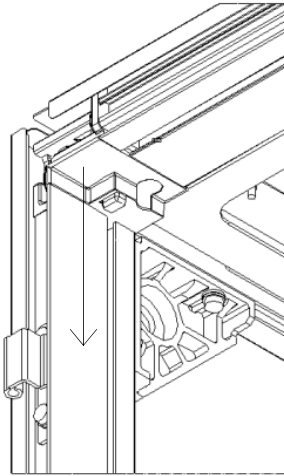
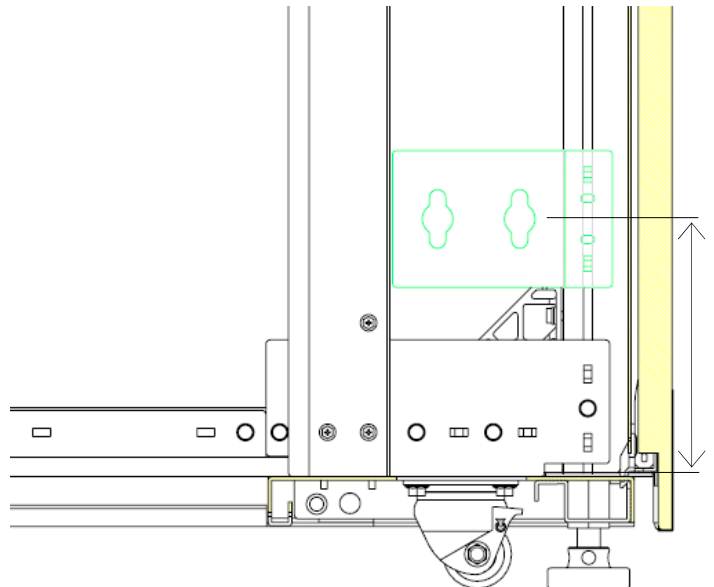

図 20.ラック上部から
図 23.ラック側面図 (下部)
- ① 金具位置は図 20～図 23 に従い、表 3、4 の記載寸法を計測、目印をつけます。
- ② 目印が金具の中央になるようにコアラットを取り付け、M5 ネジで金具を固定します。
- ③ 金具上下間の距離については、表 3、4 に記載している上下金具中心間距離を②にて取り付けた金具の中心から計測し、ラックに目印をつけ、当該位置に金具が設置されるように、コアラットを取り付け、M5 ネジで固定します。